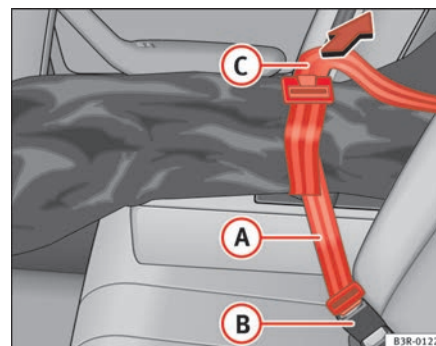

Fig. 129 Sacca portasci fissata al moschettone bloccacintura centrale
- Bloccare la cintura della sacca ( ⇒ pag. 155, fig. 129) nel moschettone bloccacintura centrale (.